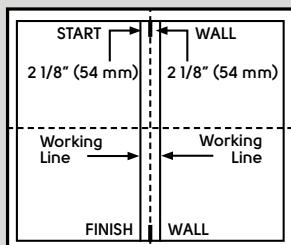
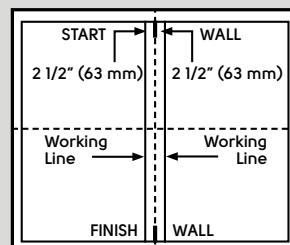

Fig. 2a
Fig. 2b
- Mida 54 mm para tablones de 152,4 mm de ancho (fig. 2a) o 63 mm para tablones de 177,8mm de ancho (fig. 2b) desde la izquierda y la derecha de la marca central en ambos extremos de la habitación y marque una línea con tiza.